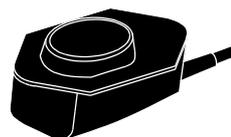

Abbildung 5-10 Pädiatrische Defibrillationselektrode (Unterseite)
- 4 Die pädiatrische Defibrillationselektrode liegt nun frei und ist gebrauchsfertig (siehe Abbildung 5-10).